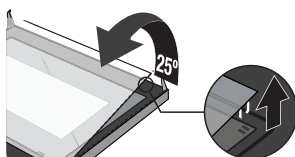

Рис. 4
4. Поднимите стекло на угол в 25° (рис. 4) и вытащите его из паза (рис.5).